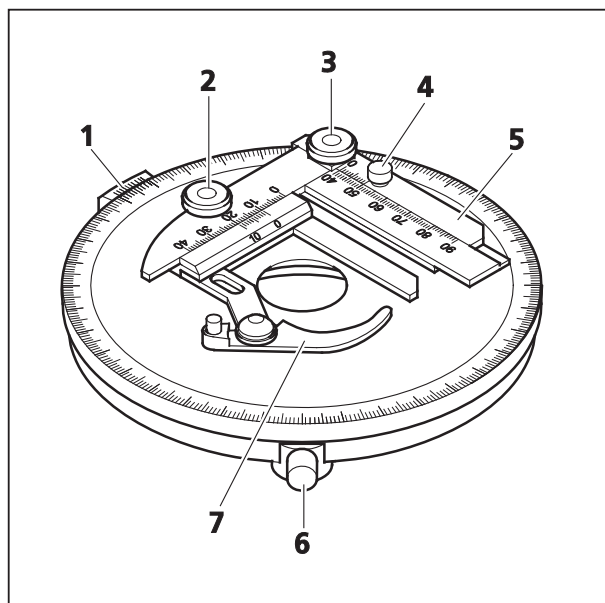

Fig. 2-17 Platine tournante Pol
- Platine tournante Pol (Fig. 2-17) pour la réception, le positionnement et la fixation de préparations, avec guide-objet (Fig. 2-17/5) et fixe-objet (Fig. 2-17/7).
- Rotation de 360° avec possibilité de blocage par vis moletée (Fig. 2-17/6).
- Angle de rotation lisible avec vernier (Fig. 2-17/1) et graduation angulaire.
- Guide-objet (Fig. 2-17/5) amovible (après dévissage de la vis de blocage, Fig. 2-17/4 ; deux goujons cylindriques sous la platine tournante servent à l'orientation du guide-objet au moment de sa pose).
- Guide-objet avec fixe-objet, déplaçable en X et en Y avec les boutons (Fig. 2-17/3 et 2). La valeur du déplacement en X et en Y peut être lue sur les deux verniers.